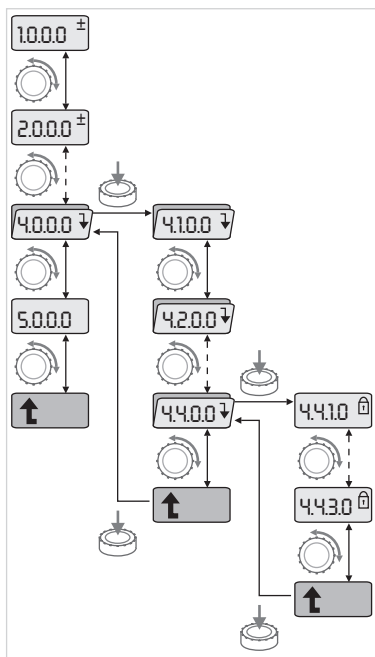

Fig. 39 : Exemple de navigation
- Procéder à la navigation normale dans le menu comme suit (exemple, voir fig. 39) :